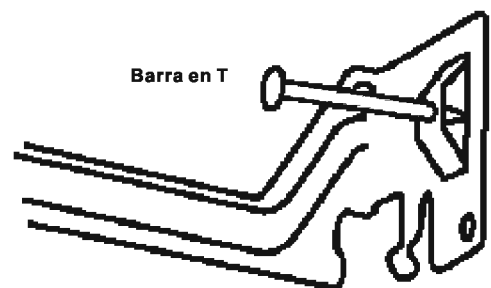

Fig. 5
4. Determine la abertura del techo necesaria midiendo la carcasa y luego ubicando el centro de la abertura propuesta en el panel para techo y cortando cuidadosamente un orificio circular de 16,19 cm para la carcasa (Fig. 5).
Coloque el panel para techo en la rejilla de barras en T (Fig. 5).
Ajuste a presión el colgador de barra en las barras en T. Fije con tornillos si lo desea (se venden por separado) (Fig.5).